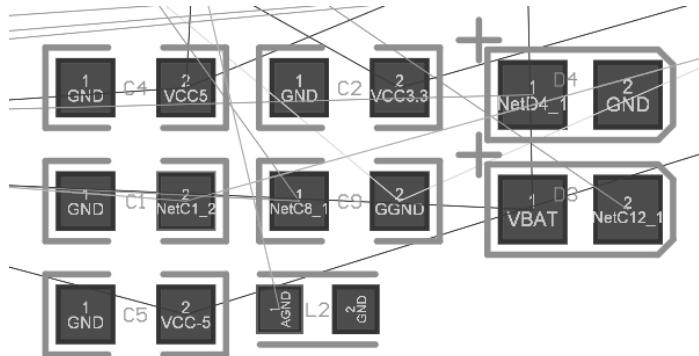

图 14-9 丝印放置到元件的中心
(2) 利用全局操作把元件的位号丝印调小（推荐字高为 10mil，字宽为 2mil），并调整到元件的中心，不至于阻碍视线，方便布局布线时识别，如图 14-9 所示。